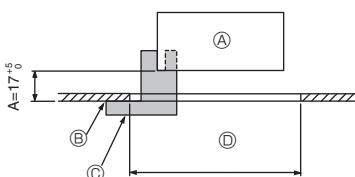
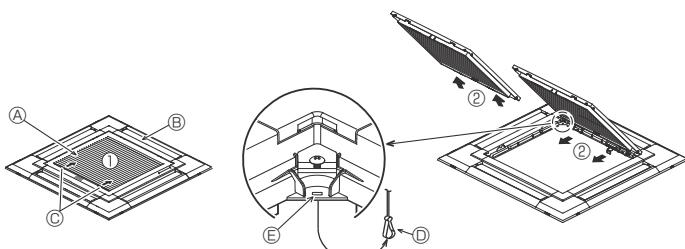
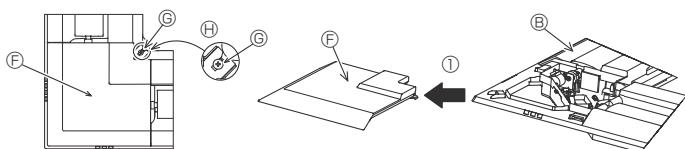

Fig. 9-2
Fig. 9-3
Fig. 9-4
① Gitter	1	950 x 950 (mm)
② Installationsmessgerät	1	(In 4 Teile unterteilt)
③ Drahtlose Fernbedienung	1	für PLP-6EALM
④ Fernbedienungshalter	1	Im Lieferumfang enthalten, wenn die drahtlose Fernbedienung vorhanden ist.
⑤ LR6-AA-Batterien	2	Im Lieferumfang enthalten, wenn die drahtlose Fernbedienung vorhanden ist.
⑥ 3,5 x 16 Gewindeschneidschrauben	2	Im Lieferumfang enthalten, wenn die drahtlose Fernbedienung vorhanden ist.
9.2. Vorbereitung zum Anbringen des Gitters (Fig. 9-2)
- Mit der mit diesem Bausatz gelieferten Lehre ② die Position des Hauptgeräts im Verhältnis zur Deckenoberfläche überprüfen. Wenn das Hauptgerät im Verhältnis zur Deckenoberfläche nicht richtig positioniert wird, kann Luft austreten, oder es kann sich Kondensationsflüssigkeit ansammeln.
- Ⓒ Installationsmessgerät ② (in das Hauptgerät eingeführt)
9.2.1. Das Ansauggitter abnehmen (Fig. 9-3)
- Zum Öffnen des Ansauggitters die Hebel in die Richtung, die durch Pfeil ① gekennzeichnet ist, schieben.
- Das Scharnier des Ansauggitters bei geöffnetem Ansauggitter (Position „offen“) vom Gitter wie durch Pfeil ② gekennzeichnet, abnehmen.
9.2.2. Die Eckplatte abnehmen (Fig. 9-4)
- Die 4 Schrauben an der Ecke lösen. Die Eckplatte in Pfeilrichtung ① in der Abbildung schieben und die Eckblende abnehmen.
[Fig.9-3] [Fig.9-4]